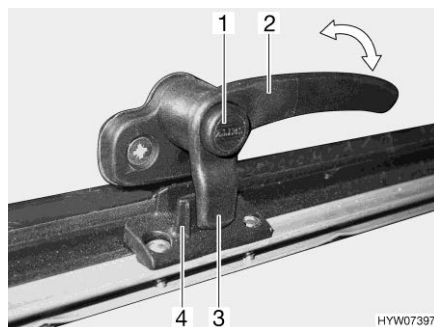
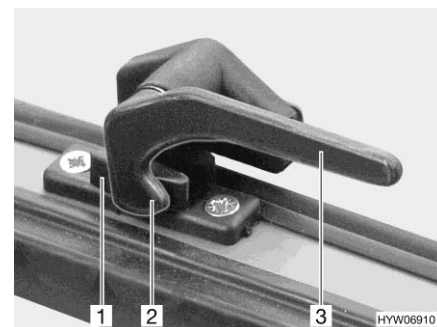

Fig. 93 Leva di serraggio con bottone di sicurezza in posizione "Chiuso"
Fig. 94 Leva di serraggio in posizione "Chiuso"
- Se presente, premere e tenere premuto il bottone di sicurezza (Fig. 93,1).
- Ruotare la leva di serraggio (Fig. 93,2 o Fig. 94,3) di un quarto di giro verso il centro della finestra.
- Ruotare la leva di serraggio (Fig. 93,2 o Fig. 94,3) di un quarto di giro verso il telaio della finestra.
Il nasello di chiusura (Fig. 93,3 o Fig. 94,2) della leva di serraggio si trova completamente sul lato interno della chiusura della finestra (Fig. 93,4 o Fig. 94,1).
- In posizione "Completamente chiusa" (Fig. 93 e Fig. 94)